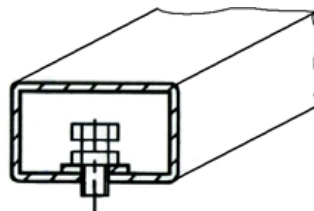

Рисунок 2.1
2.1.3.1 Установить станок на ровное жесткое основание, допустимое отклонение основания от горизонтали – 0.5° (8 мм на 1 метр), так, чтобы все опоры станка касались основания. Это обеспечивается при помощи 2-х регулируемых опор (рис.2.1)